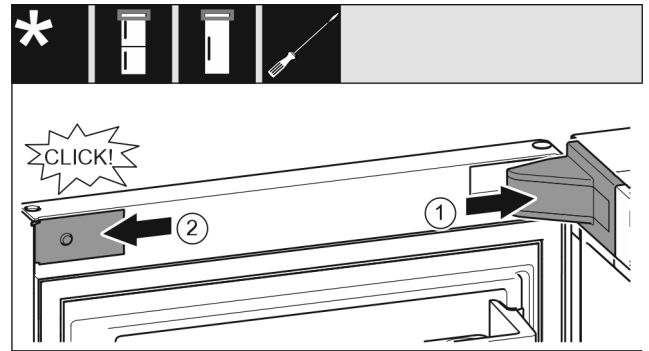

Fig. 21
- ▶ Поставете и фиксирайте капака на лагерната стойка, при нужда внимателно го натиснете настрани. Fig. 21 (1)
- ▶ Поставете странично капачката и я фиксирайте. Fig. 21 (2)